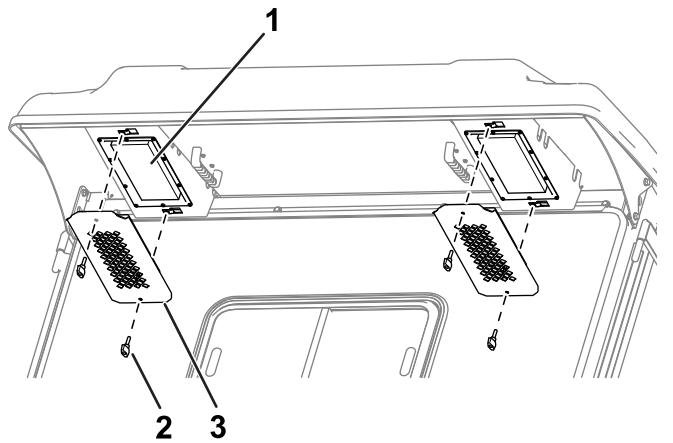

Figure 82
- 4. Utilisez les boutons et les grilles pour reposer les filtres dans la cabine (Figure 82).
1. Enlevez les boutons et les grilles de l'avancée arrière de la cabine (Figure 82).